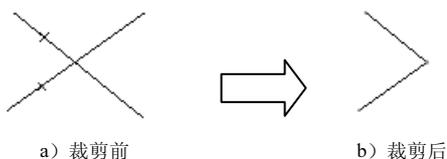

图 2.6.13 保留方式
Step 2 分别单击第一个和第二个图元要保留的部分，如图 2.6.13 所示。